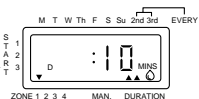

Ilustración 15
- Si el riego se inicia mientras se esté en este modo, el indicador estará como lo muestra la ilustración. (vea la ilustración 15)